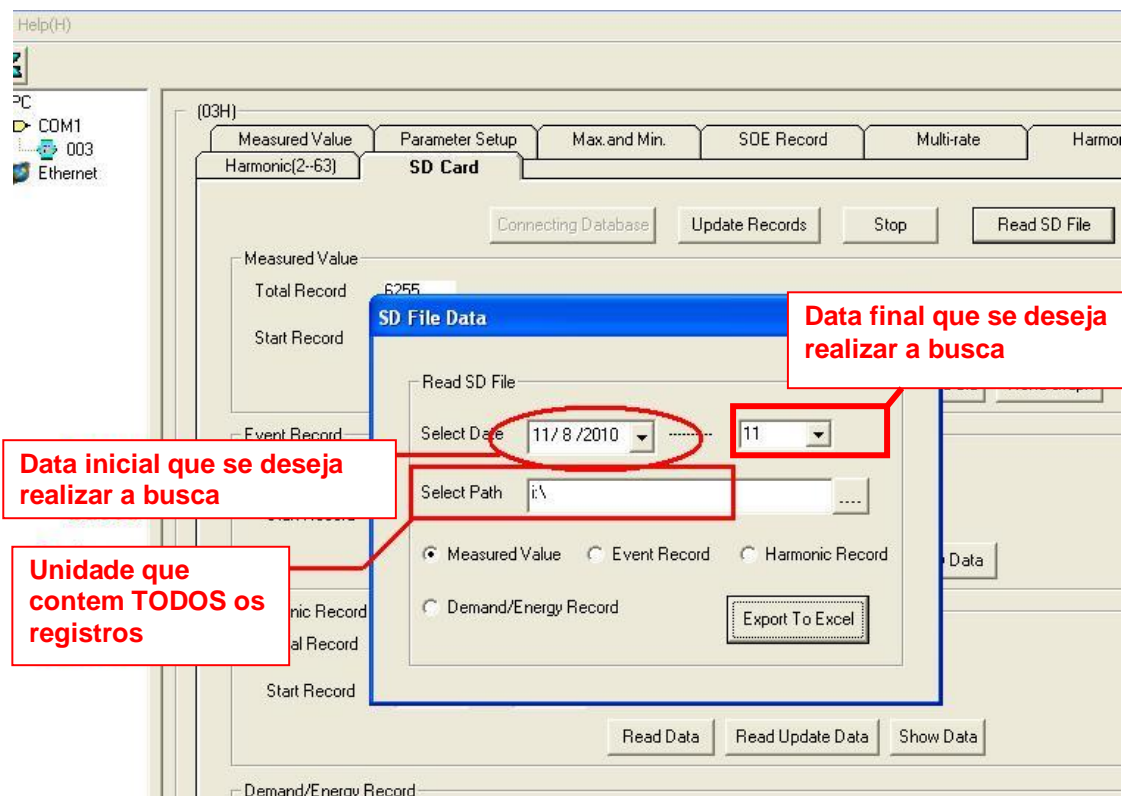

Figura 6-47. Janela para Leitura dos Dados do Cartão SD
- Na Figura 6-47, na aba "SD Card" (esta aba somente está disponível se o módulo PH3x31 estiver inserido no multimedidor) clicar em "Read SD File".
Também é possível realizar a leitura do cartão de memória sem a necessidade de estar com um módulo PH3x31 conectado. Na tela principal do software de configuração, é possível acessar a janela de leitura dos dados, da mesma forma como a Figura 6-47.